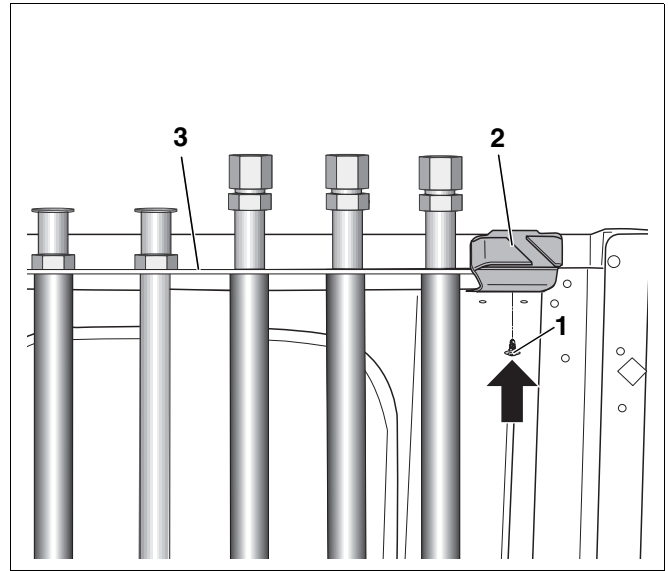

Abb. 19 Kabelhalter anbringen
- Kabelhalter (Abb. 19, **Pos. 2**) mit der Schraube (Abb. 19, **Pos. 1**) direkt an die obere Arretierung (Abb. 19, **Pos. 3**) schrauben.